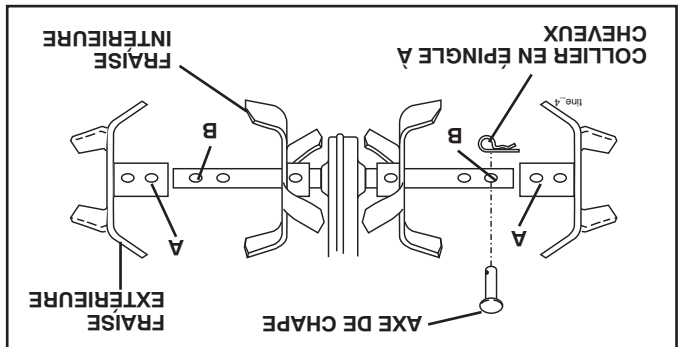

Fig. 16
- (Voir la fig. 16) Montez les trous "A" dans les moyeux de fraise aux trous "B" dans l'arbre de fraise.